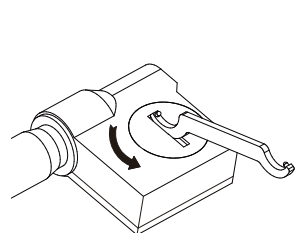

fig.1
---Vire a tampa da bateria no sentido anti-horário com a chave (fig.1), em seguida, retire-a.